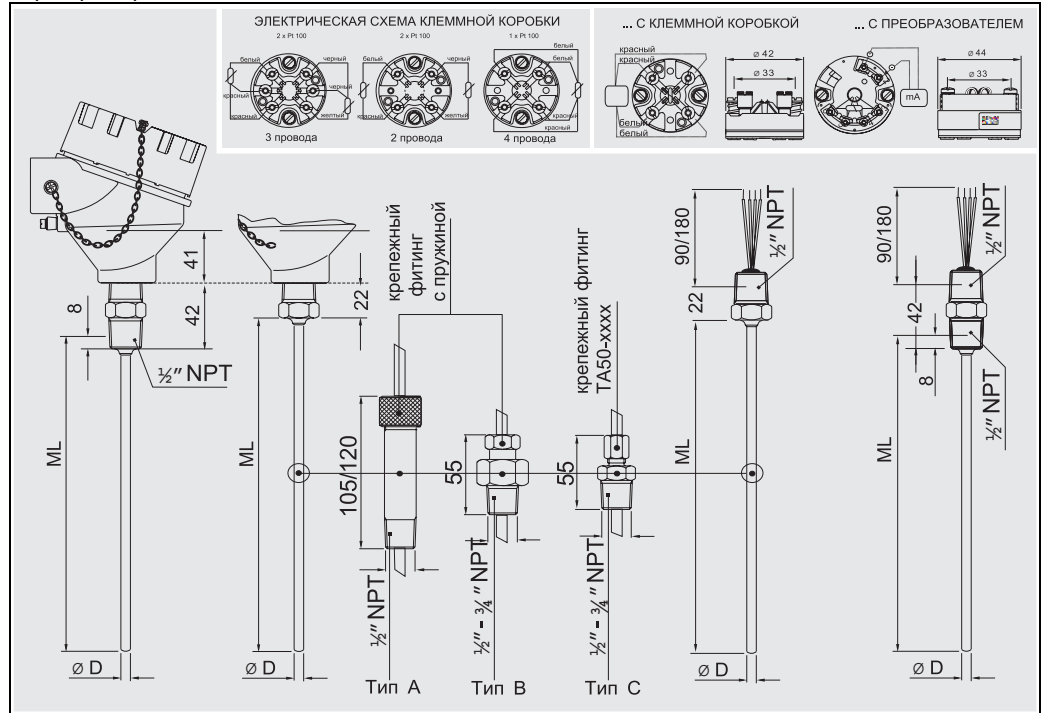

Рис. 5. Функциональные компоненты и схемы электрических соединений керамической клеммной коробки и преобразователя.
Измерительный зонд TR65 состоит из несменной вставки с неорганической изоляцией (MgO) и с оболочкой из стали марки AISI316L. Предусмотрены исполнения для наиболее часто используемых глубин погружения (ML) и исполнения на заказ, имеющие специальные размеры. Эти размеры могут задаваться клиентом в определенном диапазоне значений (см. раздел “Состав заказа” в конце этого документа). Длину датчика можно выбирать в стандартном диапазоне от 50 до 5000 мм. После технического анализа конкретного приложения возможен также заказ и поставка датчиков длиной более 5000 мм (максимум – 30000 мм). Хотя при поставке схема подключений для одинарных датчиков Pt100 всегда соответствует 4-проводной конфигурации, можно подключить преобразователь и по 3-проводной схеме, не подсоединяя один из выводов (см. рис. 5).